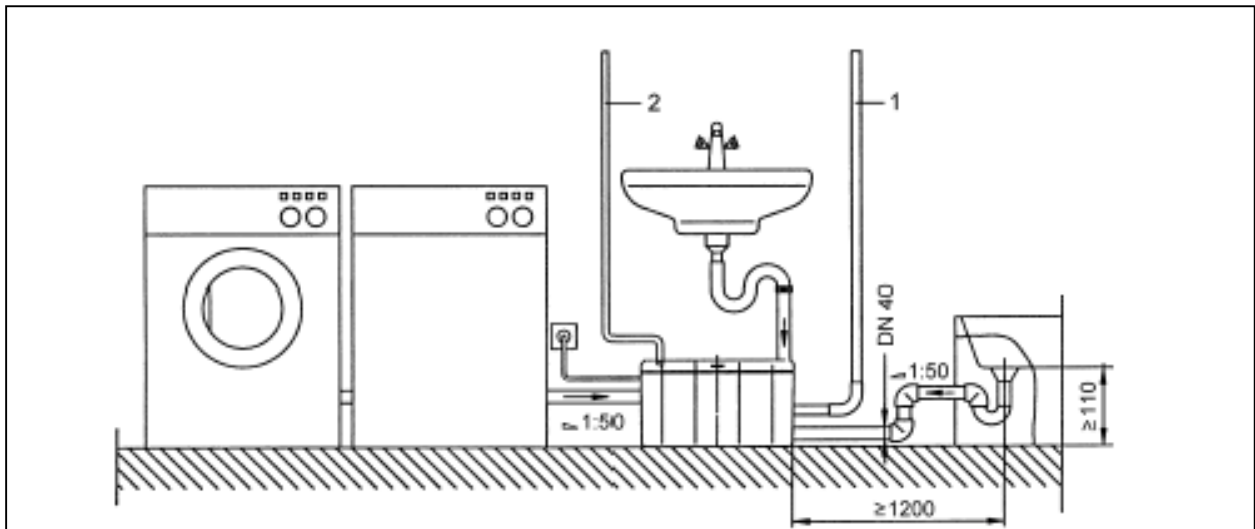

Рис. 2
- Пример монтажа - см. рис. 2.